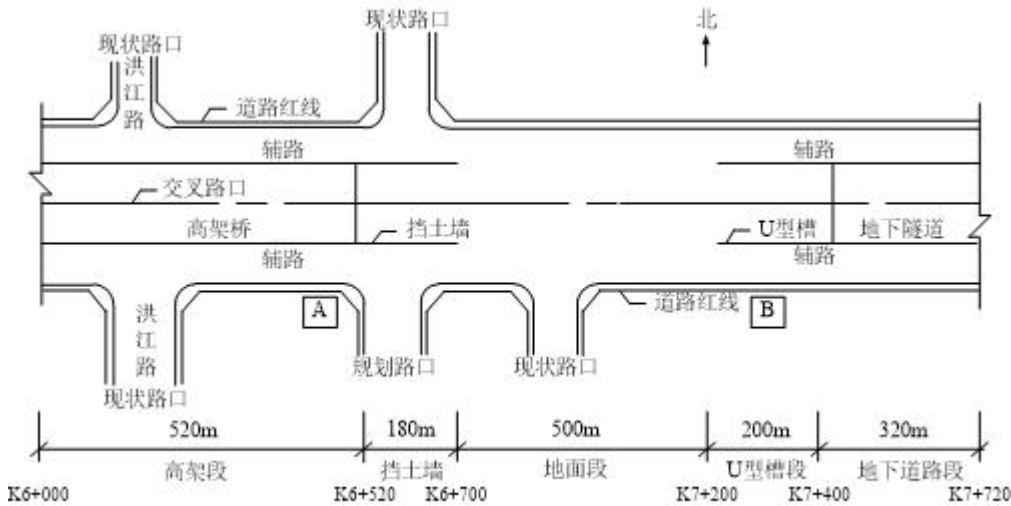

图 4-1 平面示意图
某市区城市主干道改扩建工程, 标段总长 1.72km, 周边有多处永久建筑, 临时用地极少, 环境保护要求高; 现状道路交通量大, 施工时现状交通不断行。本标段是在原城市主干路主路范围进行高架桥段-地面段-入地段改扩建, 包括高架桥段、地面段、U 型槽段和地下隧道段。各工种施工作业区设在围挡内, 临时用电变压器可安放于图 4-1 中 A、B 位置, 电缆敷设方式待定。
1. 图 4-1 中, 在 A、B 两处如何设置变压器? 电缆如何设置? 说明理由。